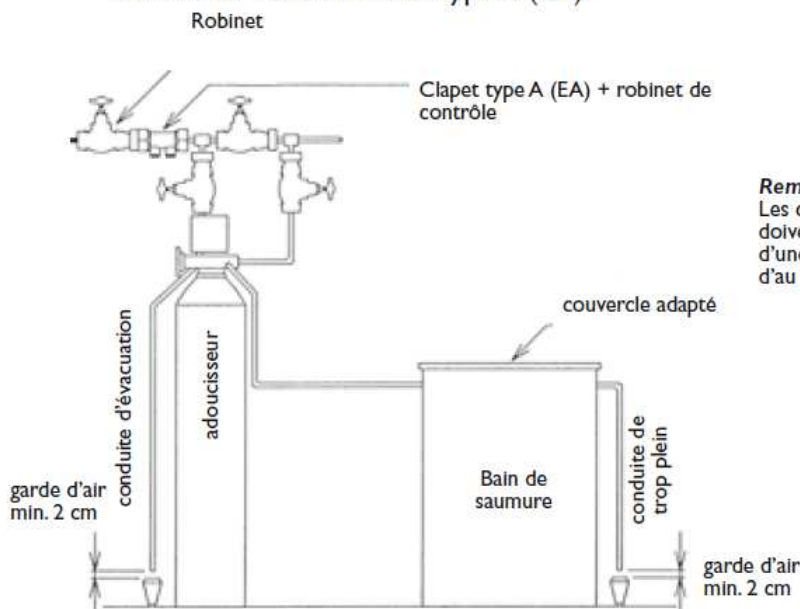

Fig. 16
Les adoucisseurs domestiques (fig. 16) doivent être pourvus d'un clapet anti-retour contrôlable de type A (EA).